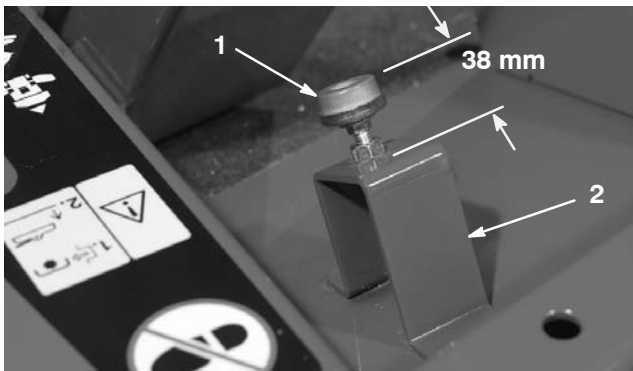

Bild 67
2. Prüfen Sie die Einstellung des Anschlages des Fahrpedals. Die Entfernung von der Oberseite des Ständers bis zur Oberseite des Anschlages muss 38 mm betragen (Bild 67). Lockern Sie die Muttern und stellen die Entfernung bei Bedarf ein.